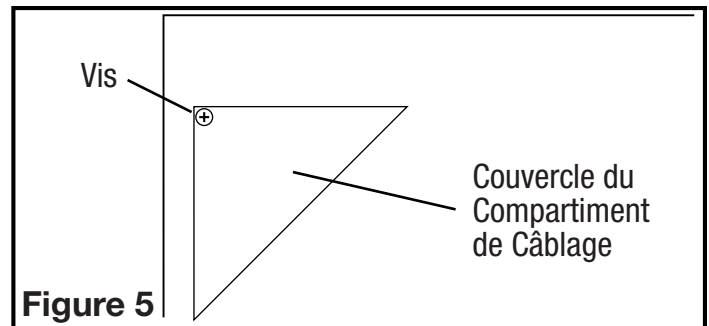

Figure 5
- 1a. **Compartiment de Câblage Extérieur :** enlever la vis du couvercle du compartiment à câblage et mettre ce couvercle dans un endroit fiable (Figure 5).